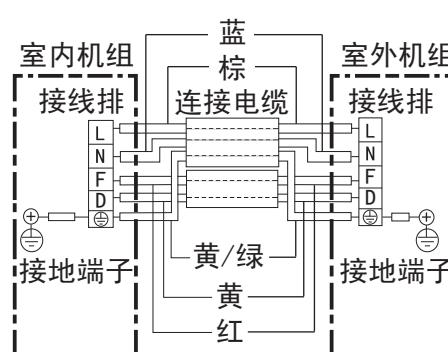

图13
(1) 用附件 ⑧ 及 ⑩ 连接电缆按接线图13要求正确地连接室内外机组，绝对不可连接错误。
(2) 连接电缆必须用室内外机组上的电线压板压紧。
- 接地线必须根据图13所示用连接电缆中黄/绿色导线接至带有“ \ominus ”标记的接线端子上。